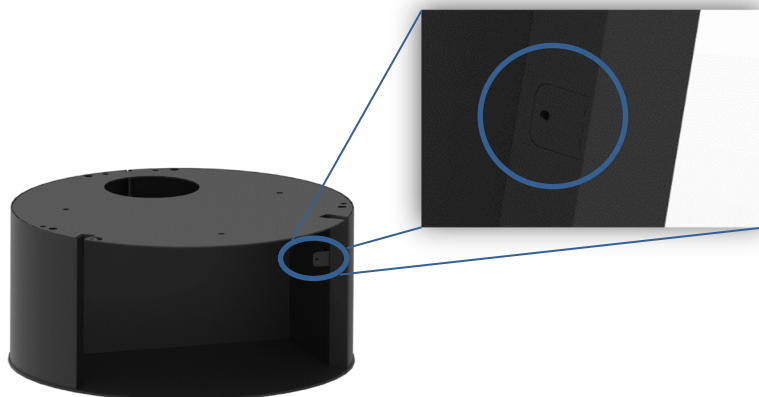

Figura 10 - Preparação da base/lenheiro do equipamento, para colocar a porta
- 1- Com uma chave, dobrar com cuidado a patilha que se encontra do lado direito da base, de modo que fique perpendicular com a lateral, como mostra a Figura 10.